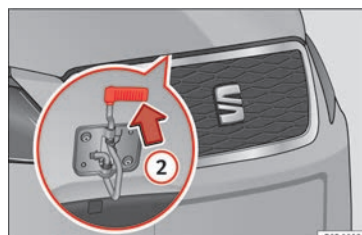

Bild 9 Spak under motorhuv
- Lyft motorhuv. Tryck spärren på motorhuvens undersida uppåt » bild 9 (2). Bromskroken på motorhuvens undersida lossas.